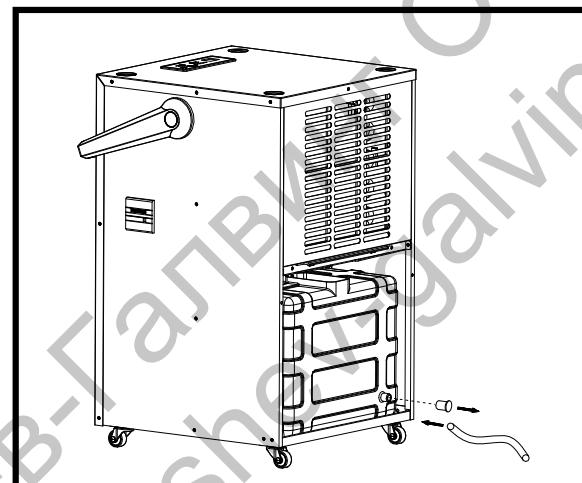

Fig. 7
- Свържете единия край на тръбата за отвеждане на водата с уреда (FIG. 7), другия край вмъкнете до сифона за отвеждане на водата.